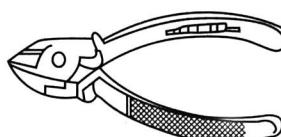

图 1-7 斜口钳
⑥ 斜口钳 斜口钳头部“扁斜”，因此又叫扁嘴钳或剪线钳，如图 1-7 所示。是专供剪断较粗的金属丝、线材及导线、电缆等用的。斜口钳的柄部有铁柄、管柄、绝缘柄之分，绝缘柄耐压为 1000V。对粗细不同、硬度不同的材料，应选用大小合适的斜口钳。